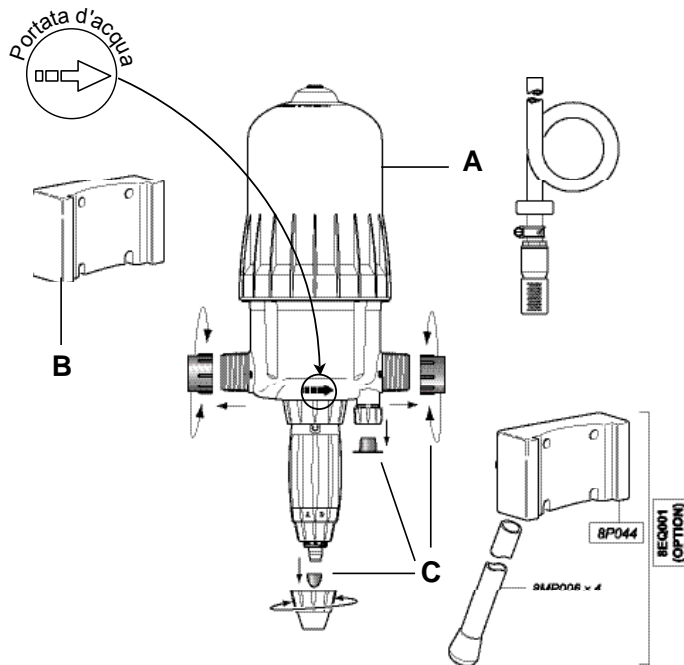

Fig. 1
- Introdurre l'incastro a coda di rondine del Dosatron (Fig. 1-A) nel supporto murale (Fig. 1-B).
- Rimuovere i tappi di protezione (Fig. 1-C) che ostruiscono gli orifici del suo DOSATRON prima di collegarlo alla rete d'acqua.